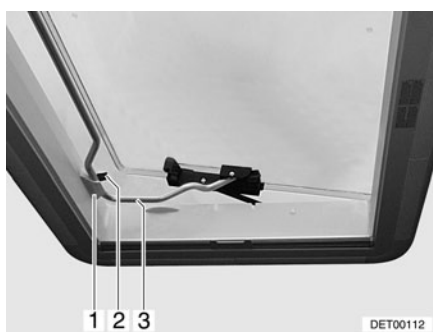

Fig. 46 Lanterneau Heki en position de ventilation 2
- Insérer l'étrier (Fig. 46,3) dans le support (Fig. 46,1).
- Placer le levier (Fig. 46,2) sur l'étrier.